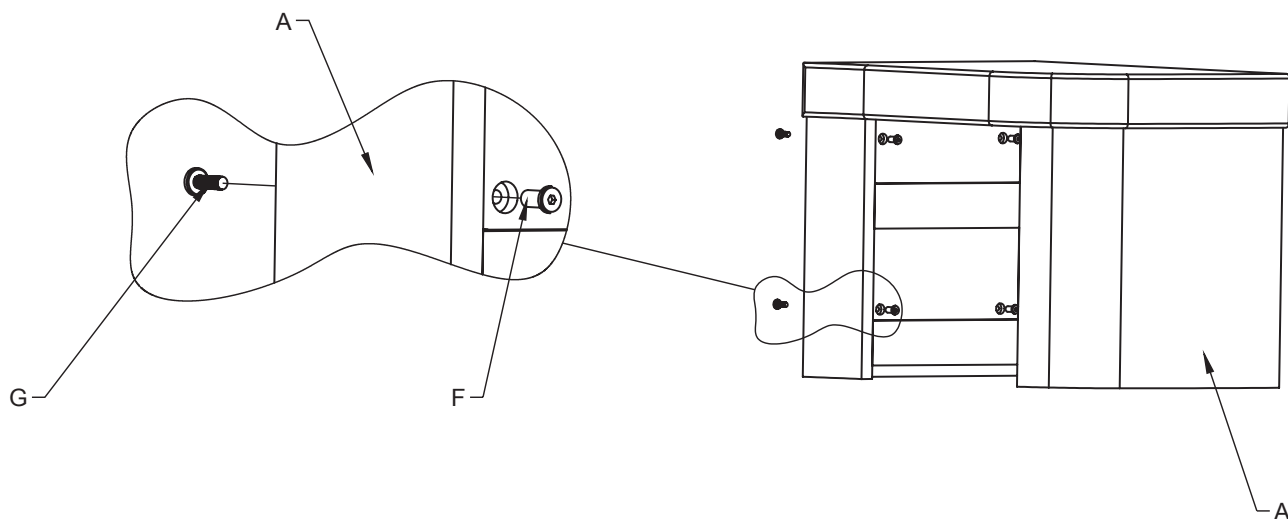

Figure 4
- o Percez les avant-trous à l'aide d'une mèche de 6,5 mm sur le côté du **meuble à tiroirs de droite (A)**, à l'endroit où le modèle 5605-1 sera installé.
- o Avec l'aide d'une autre personne, joignez le **meuble à tiroirs de droite (A)** et les autres meubles choisis ensemble à l'aide des **vis femelles (F)** et des **vis mâles (G)** pour installation latérale.
- o Reportez-vous à la **figure 4**.